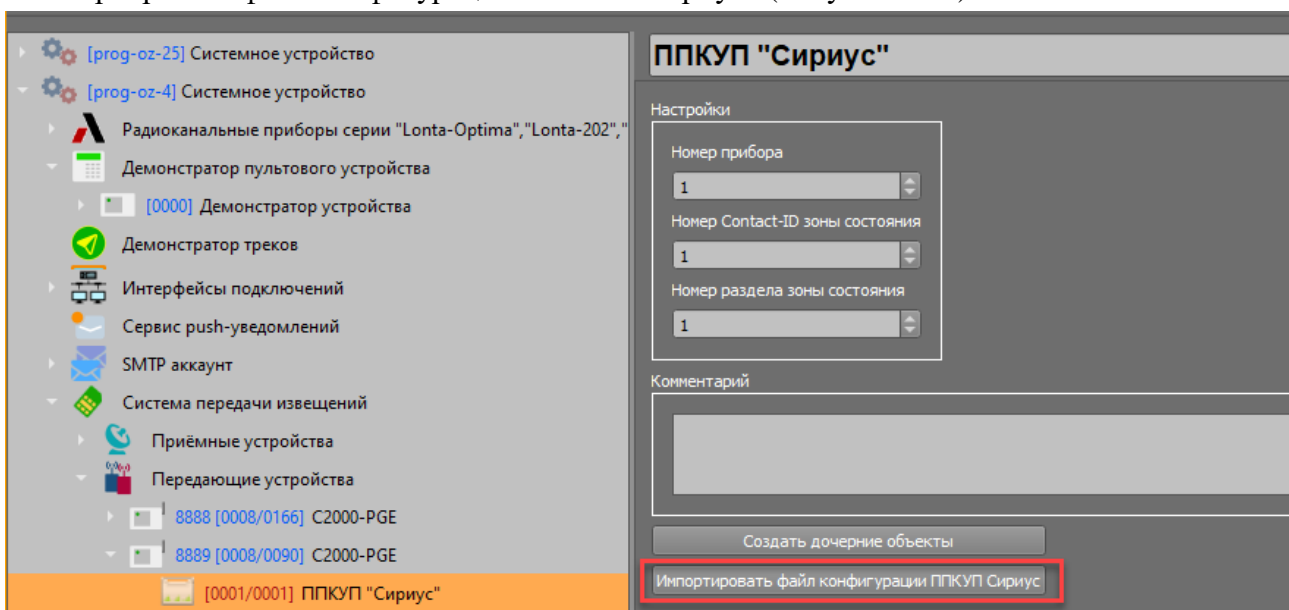

Рисунок 2-54. Свойства ППКУП Сириус под ПОО «С2000-PGE»
3. В свойствах появившегося под C2000-PGE ППКУП Сириус необходимо указать номер раздела зоны состояния 1 и сохранить изменения. После чего нажать на кнопку «Импортировать файл конфигурации ППКУП Сириус» (Рисунок 2-54).